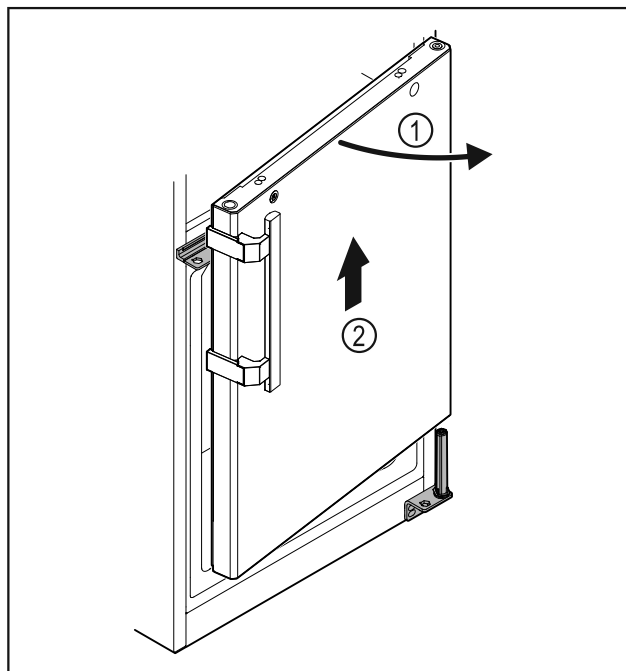

Fig. 28
- Šiek tiek atidarykite duris Fig. 28 (1), pakelkite jas tiesiai maždaug 200 mm į viršų ir nuimkite Fig. 28 (2).